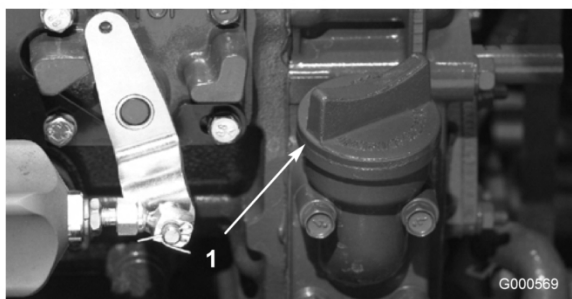

図 12
4. 不足している場合は、キャップ（図 12）を取り、Full 位置までオイルを補給する。入れすぎないこと。